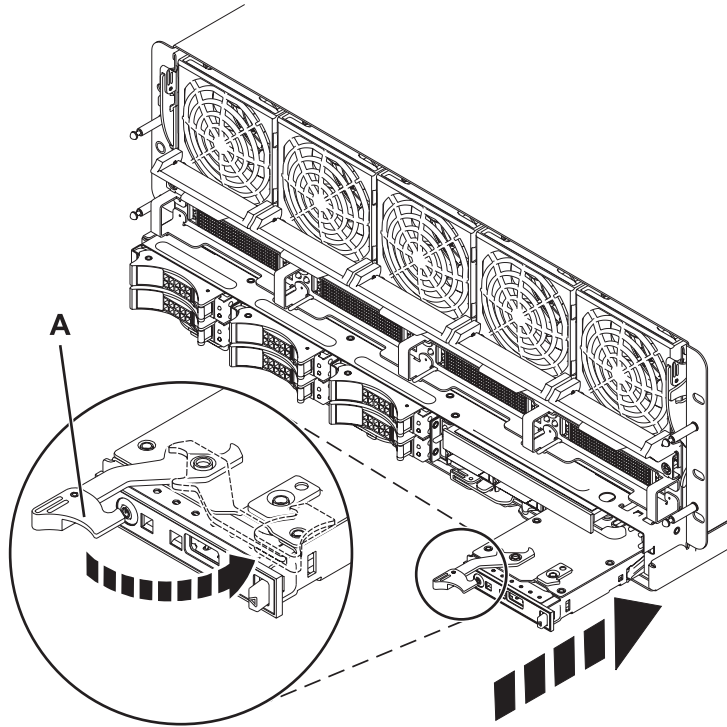

Figure 2. Installation d'un panneau de commande
4. Installez le nouveau panneau de commande, comme indiqué dans la figure 2, à la page 6.